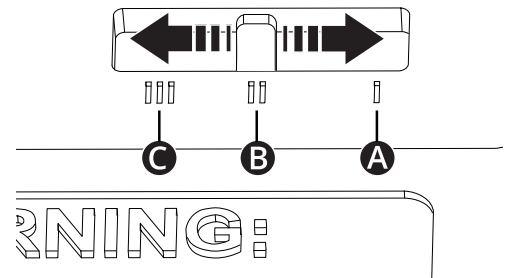

Abbildung 7. Schieben Sie den Schalter in die richtige Position.
8. Verwenden Sie zur Änderung der Konfiguration das mitgelieferte Konfigurationswerkzeug, indem Sie den Schalter in die richtige Position für die Bauart der Batterien schieben, die für die Elektrorollstühle vorgesehen sind, siehe Abbildung 7.